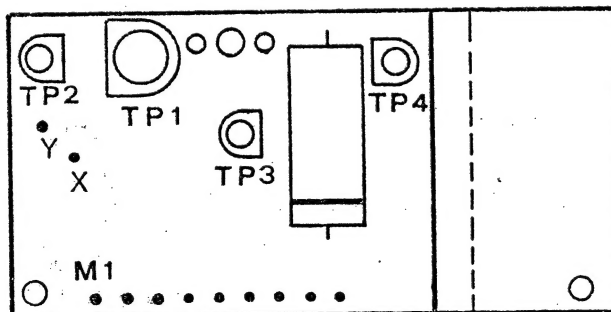

BILD 5
gemessen zwischen M 1 (—) und C 19 (+) Bild 5
gemessen zwischen M 1 (—) und B (+) Bild 5
5. Eingestellt wird diese Dreiecksspannung mit TP 4. (Bild 5)
Balken gelten für 33 1/3, die unteren für 45 Umdrehungen.) Wenn das nicht der Fall ist, stellen Sie die richtige Tourenzahl mit dem TP 3 ein. (Bild 5)